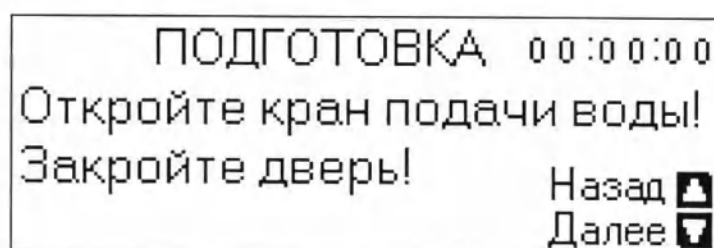

Рисунок 4
- На экране панели высветится экран «Подготовка» (рис. 4).